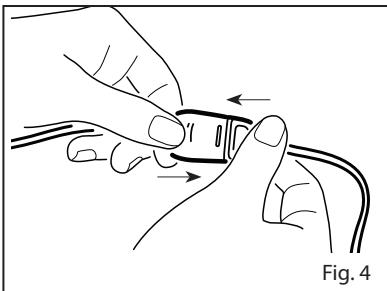

Fig. 4
2. Se reporter à la **figure 4**. Insérez la languette du capteur dans le connecteur du câble patient jusqu'à entendre un déclic. Tirez doucement sur les connecteurs pour assurer un contact positif.